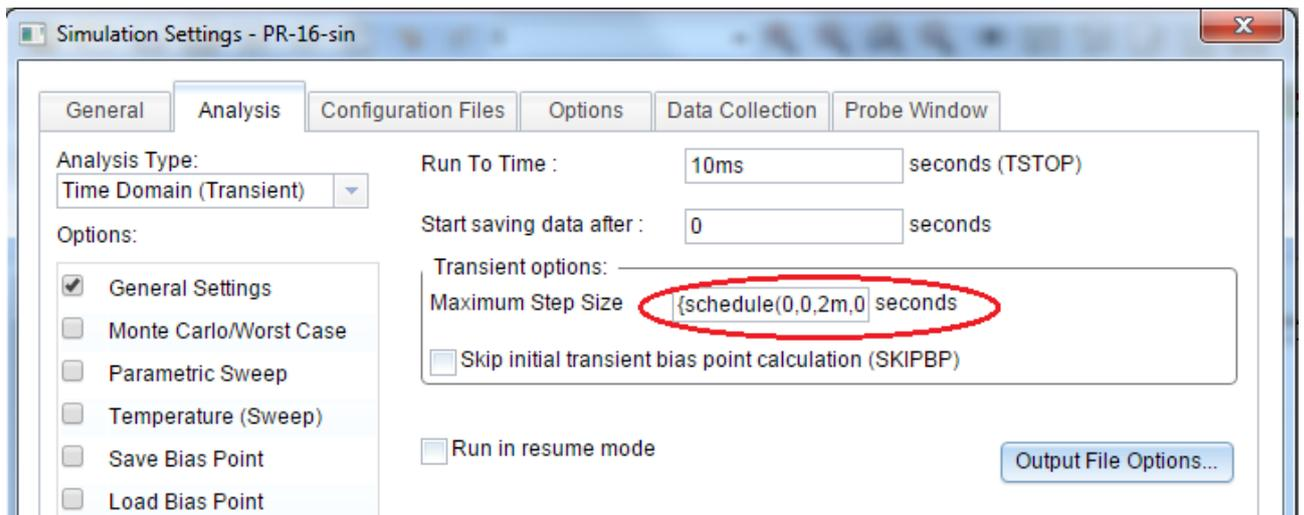

Рис. 3.11. Установка планирования шага
4. В профиле моделирования, настроим команду планирования для уменьшения времени шага в заданные моменты времени (рис. 3.11). Вы можете ввести команду планирования в окно Maximum step size непосредственно. Но из-за малого поля этого окна, рекомендуется сначала ввести команду планирования в текстовый редактор, например, Блокнот, затем скопировать и вставить в окно следующую команду (без пробелов в строке):